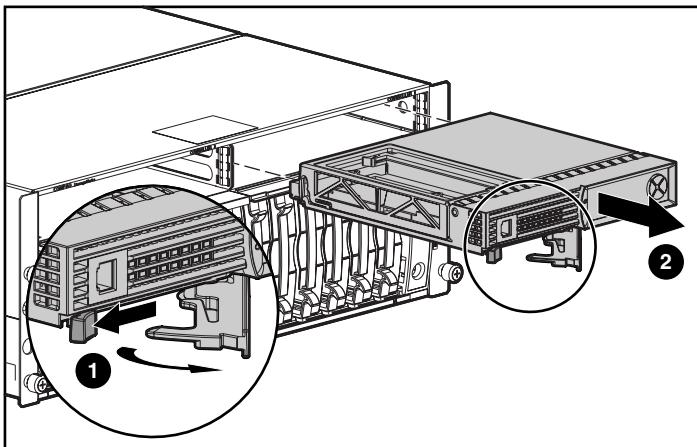

Figura 5: Rimozione del controller dal sistema MSA1000
1. Premere la levetta del controller e tirare la maniglia verso di sé ①. Vedere la Figura 5.
2. Rimuovere il controller MSA1000 estraendolo dal telaio ②.